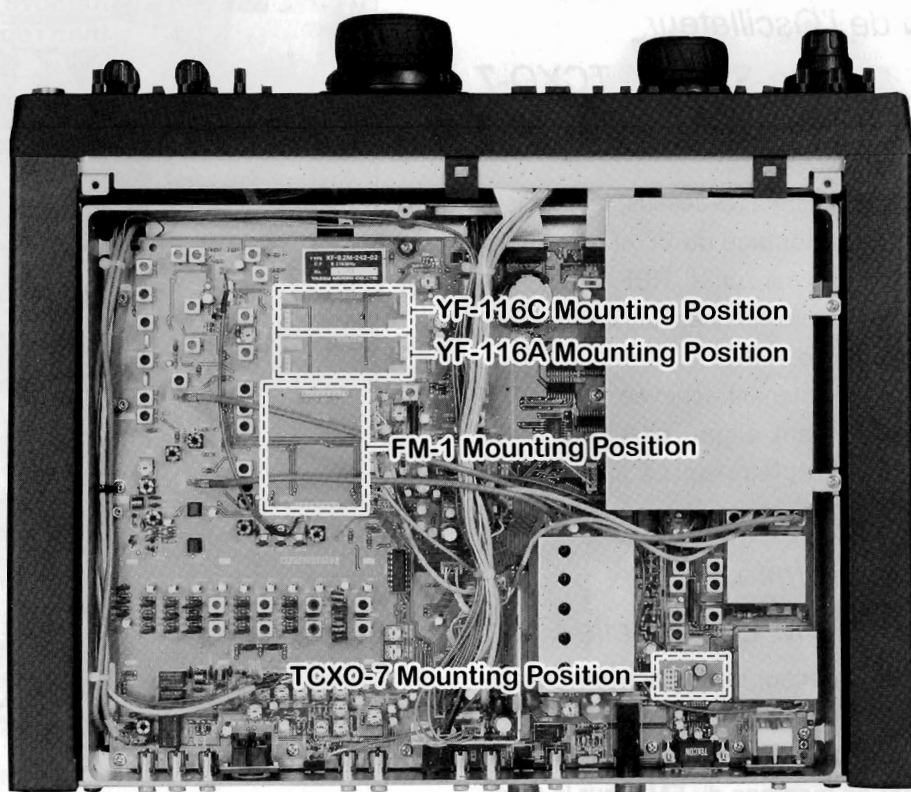

Figure 2
- ① Retirez le capot inférieur du transceiver (voir ci-dessus).
- ② Référez-vous à la Figure 2, et localisez l'emplacement de montage des filtres CW (YF-116C) et/ou AM (YF-116A) sur la Carte PRINCIPALE.
- ② Référez-vous à la Figure 2 (ci-dessus), et localisez l'emplacement de montage du TCXO-7, qui est actuellement occupé par l'unité "REF OSC".
- ② Référez-vous à la Figure 2, et localisez l'emplacement de montage du FM-1 sur la Carte PRINCIPALE.